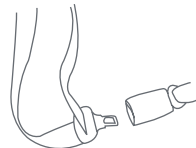

Fig. 19-2
- Un sistema de cinturón de combinación regazo/hombro con una placa de seguridad que puede deslizarse libremente a lo largo de cinturón es adecuado para usarse con el Asiento de Seguridad si incluye un retractor bloqueable ó si se proporciona una placa de sujeción para asegurar el cinturón de regazo en posición y evitar que se afloje. Use la placa de sujeción equipada con el Asiento de Seguridad según se indique en la página 42. **Consulte su manual del propietario del vehículo para información adicional sobre asegurar este estilo de cinturón de seguridad.** Este estilo de cinturón debe estar asegurado para evitar el movimiento del Asiento de Seguridad (Fig. 19-2 & 19-3).